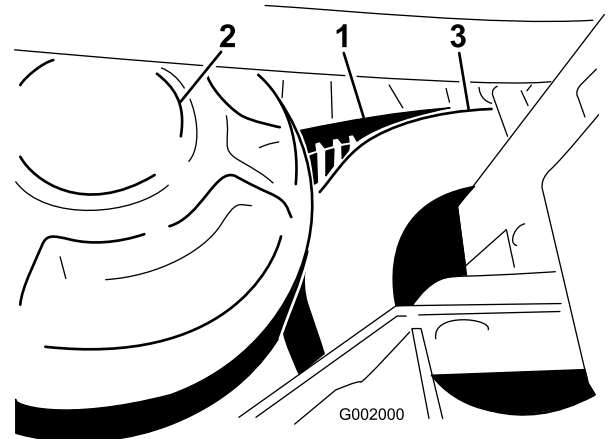

Figura 59
1. Haga girar la correa y llévela sobre el embrague secundario (Figura 59).